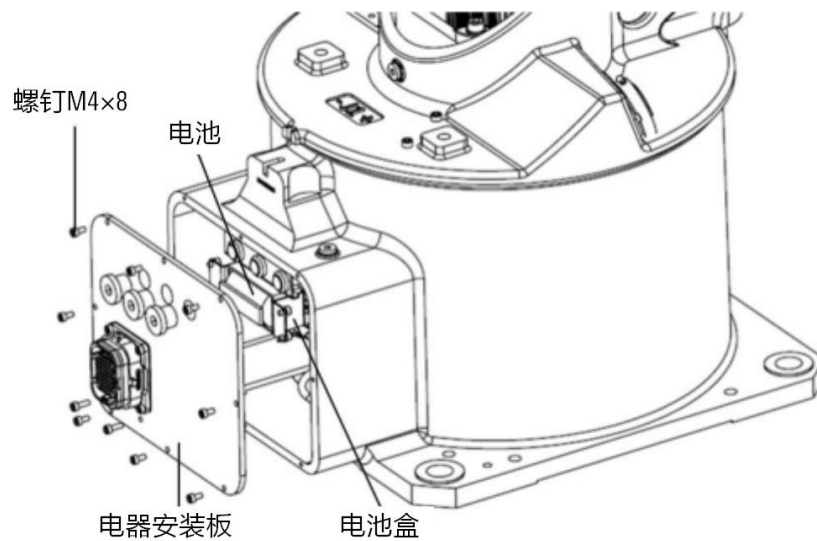

图 11-3 更换电池
- 步骤3. 拆除电器安装板，拆卸电池盒，如上图 11-3 所示。